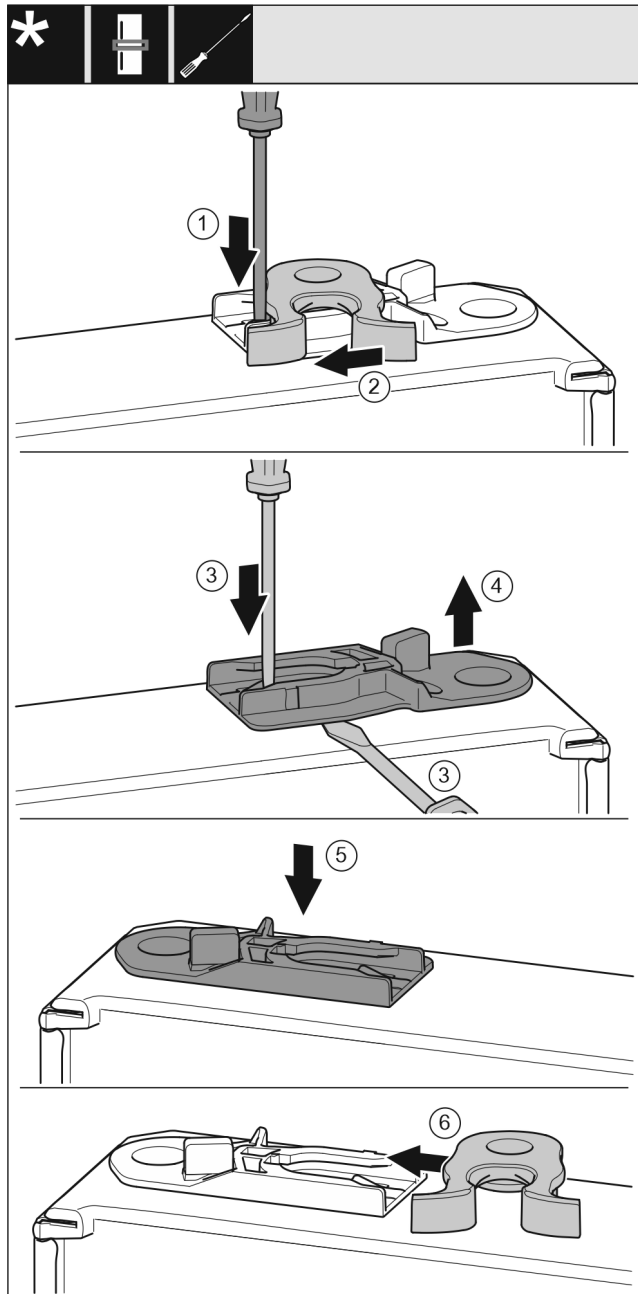

Fig. 50 *
- ▶ Прижмите накладку Fig. 50 (1) шлицевой отверткой вниз.*
- ▶ Выведите запорный крючок Fig. 50 (2) из направляющей.*
- ▶ Извлеките направляющее гнездо Fig. 50 (3, 4): прижмите накладку шлицевой отверткой и одновременно переместите ее шлицевой отверткой под направляющее гнездо.*
- ▶ Вставьте входящее в комплект поставки направляющее гнездо Fig. 50 (5) на другой стороне корпуса.*
- ▶ Вставьте запорный крючок Fig. 50 (6) в направляющую.*